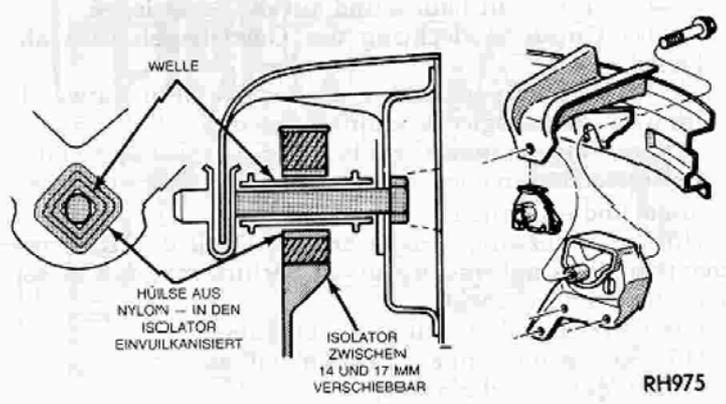

Abb. 4 – Bewegung des linken Isolators
- sition ein (Abb. 4). Lage des Antriebsstranges bei folgenden Voraussetzungen ggf. einstellen: